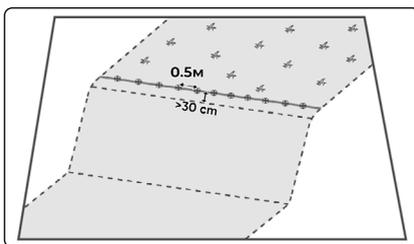

Рис. 18
2. Положите полосу на землю и закрепляйте её через каждые 0,5 м с помощью комплектных фиксаторов. Убедитесь, что расстояние между виртуальной границей и физической границей превышает 30 см. (Рис. 18)